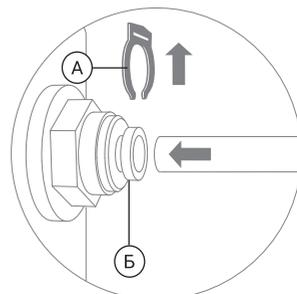

Рис. 10
- Отсоедините стопорную клипсу (А), затем вставьте до упора в фитинг трубку, продев ее через цанговое кольцо (Б) (рис. 10). Для герметизации соединения приложите дополнительное усилие, при этом трубка утопится еще примерно на 3 мм и будет плотно обжата резиновым кольцом.